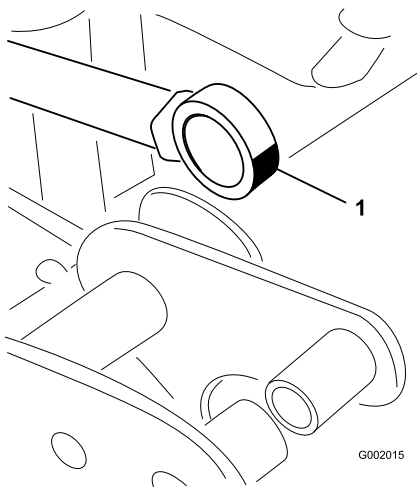

図 48
5. アクチュエータロッドのベアリング端部を動かしながらベアリング内部にグリスを注入する(図 48)。